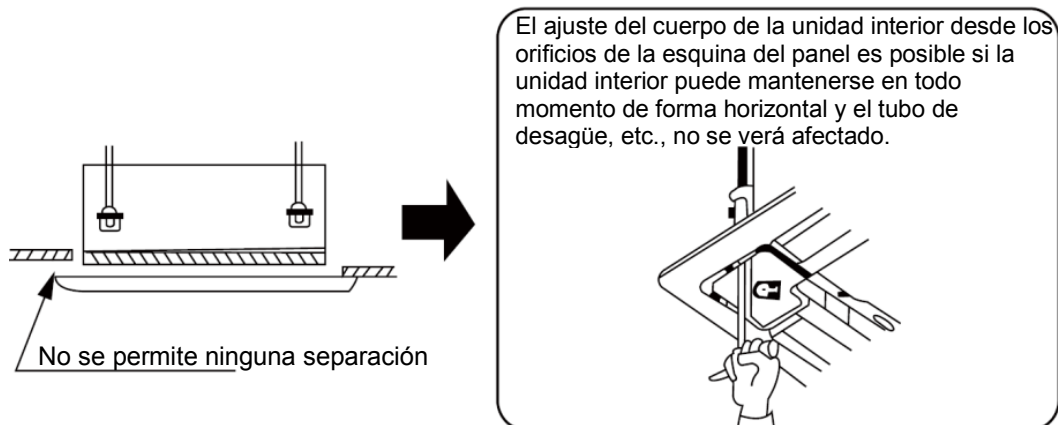

Fig.33
- (3) Si aún existe una separación entre el techo y el panel de decoración después de apretar los tornillos, reajuste la altura de la unidad interior. (Fig. 33)